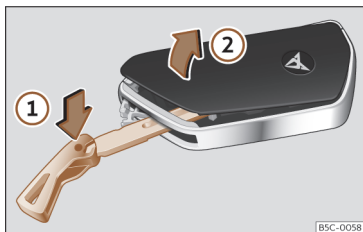

Fig. 66 Chave do veículo: abrir a tampa do compartimento da pilha.
- Introduza o palheto na ranhura >>> Fig. 66, pressione no sentido da seta ① e solte a tampa fazendo alavanca ②.